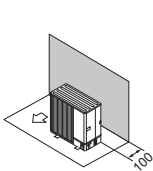

Fig. 2-7
- ① Obstacole numai în spate (Fig. 2-7)